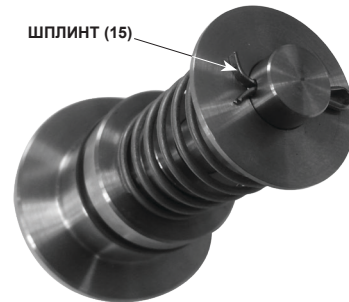

Рис. 6. Правильное разгибание шплинта (15)
7. Установить узел тарелки (13) и закрепить его шплинтом (15). Разогнуть концы шплинта с помощью плоскогубцев или аналогичного инструмента (см. рис. 6).